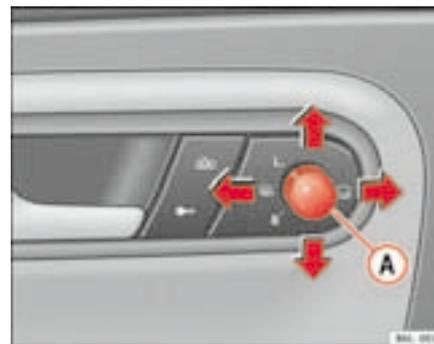

Fig. 70 Mando de los retrovisores exteriores
1. En primer lugar, gire el mando ⇒ fig. 70 hasta la posición **L (retrovisor izquierdo)**.
- Gire el mando hacia la posición de desempañado  ⇒ **página 107, fig. 70**
- Gire el mando ⇒ **página 107, fig. 70** hasta la posición  para plegar los retrovisores exteriores. Para evitar daños en el vehículo, debería plegar los retrovisores exteriores siempre que utilice un túnel de lavado automático.